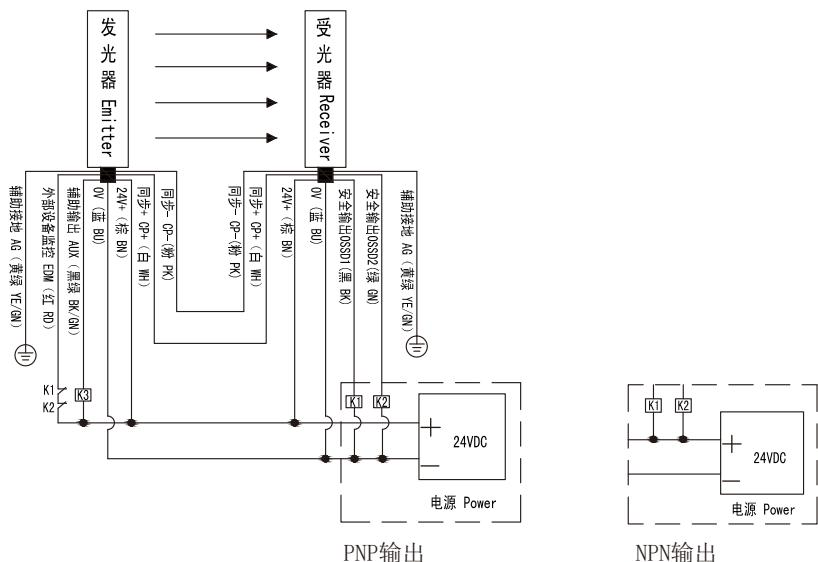
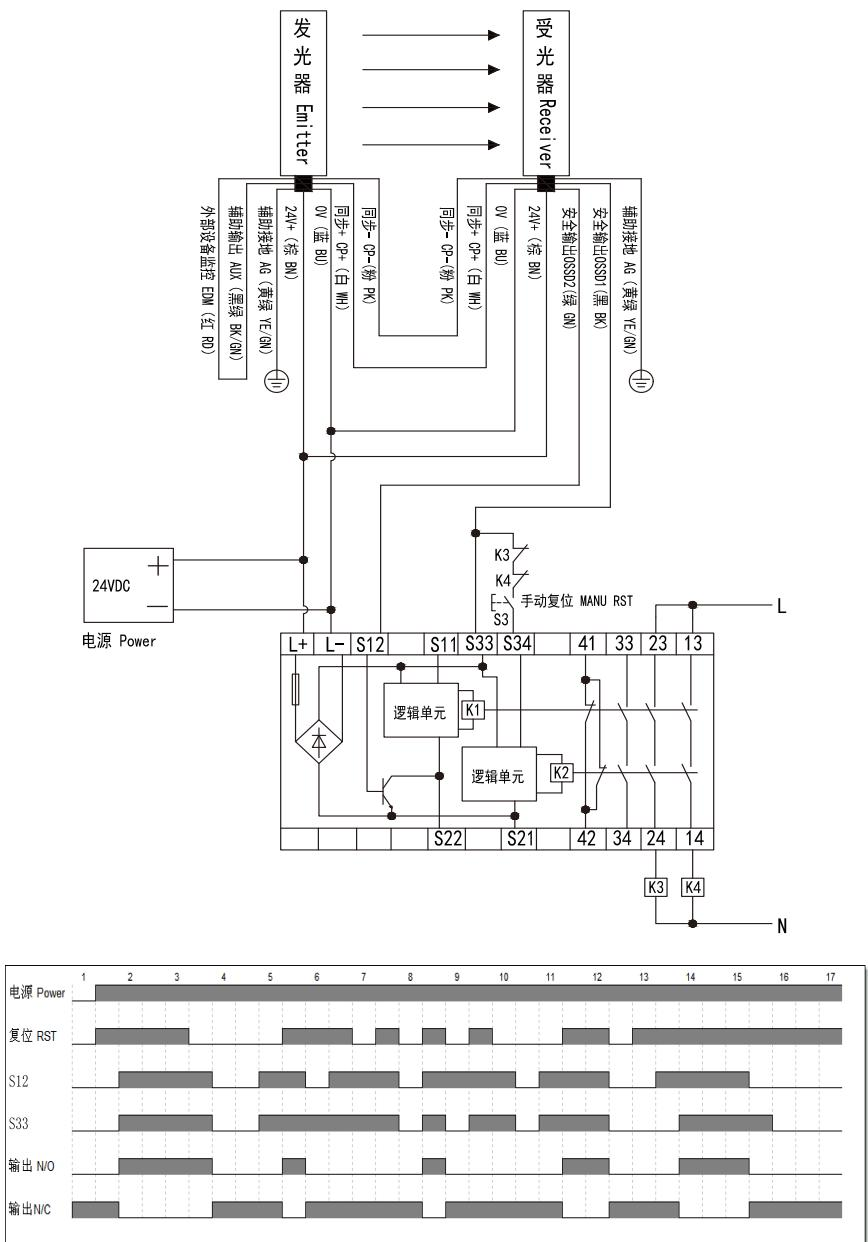

图6-1 SND/E系列安全光幕接线图
图6-5 SND/E系列安全光幕配SR4P3A1B24接线图、时序图
- ◆ 图6-1、6-2中K1、K2、K3，图6-5、6-6、6-7、6-8、6-9中K3、K4